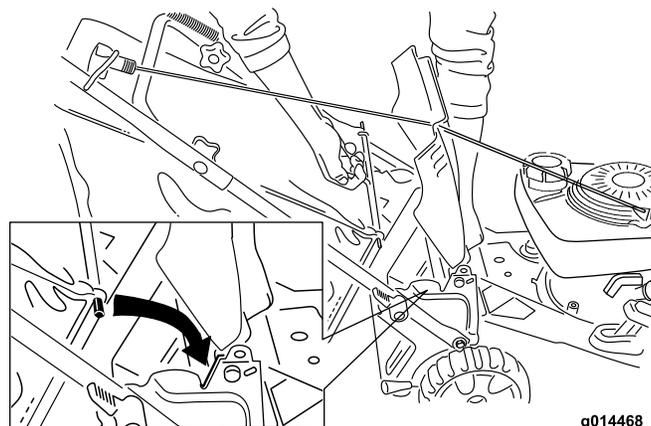

Figura 18
2. Levante y sujete la tapa trasera, instale la bolsa en las muescas y baje la tapa trasera (Figura 18).